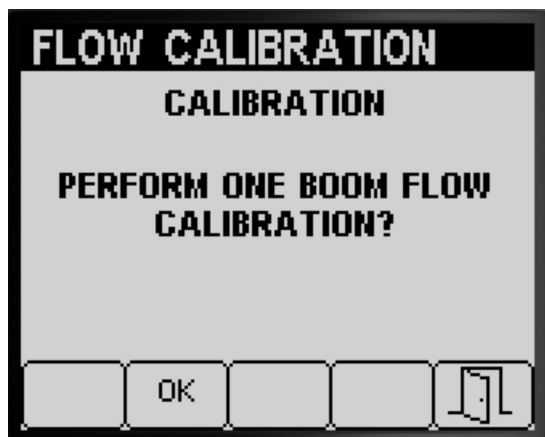

Figura 59
- Si no necesita realizar la calibración de 1 sección de fumigación, pulse el botón 5 para volver a la pantalla Calibrar (Figura 59).
Si completó una calibración de 3 secciones de fumigación y una calibración de 2 secciones de fumigación, el InfoCenter le indica que debe realizar una calibración de 1 sección de fumigación (Figura 59); realice la acción siguiente: